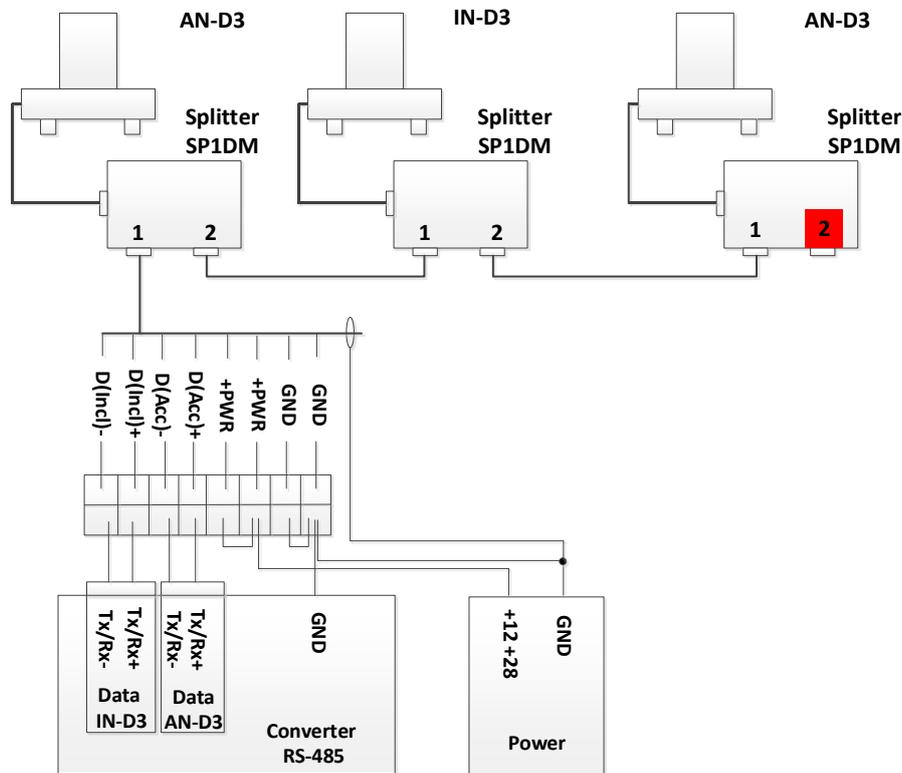

Рисунок 5 – Построение комбинированных измерительных цепей с АН-Д3 и ИН-Д3
3.10 Построение комбинированных измерительных цепей с применением акселерометров-наклономеров АН-Д3 и инклинометров ИН-Д3 представлено на рис.5